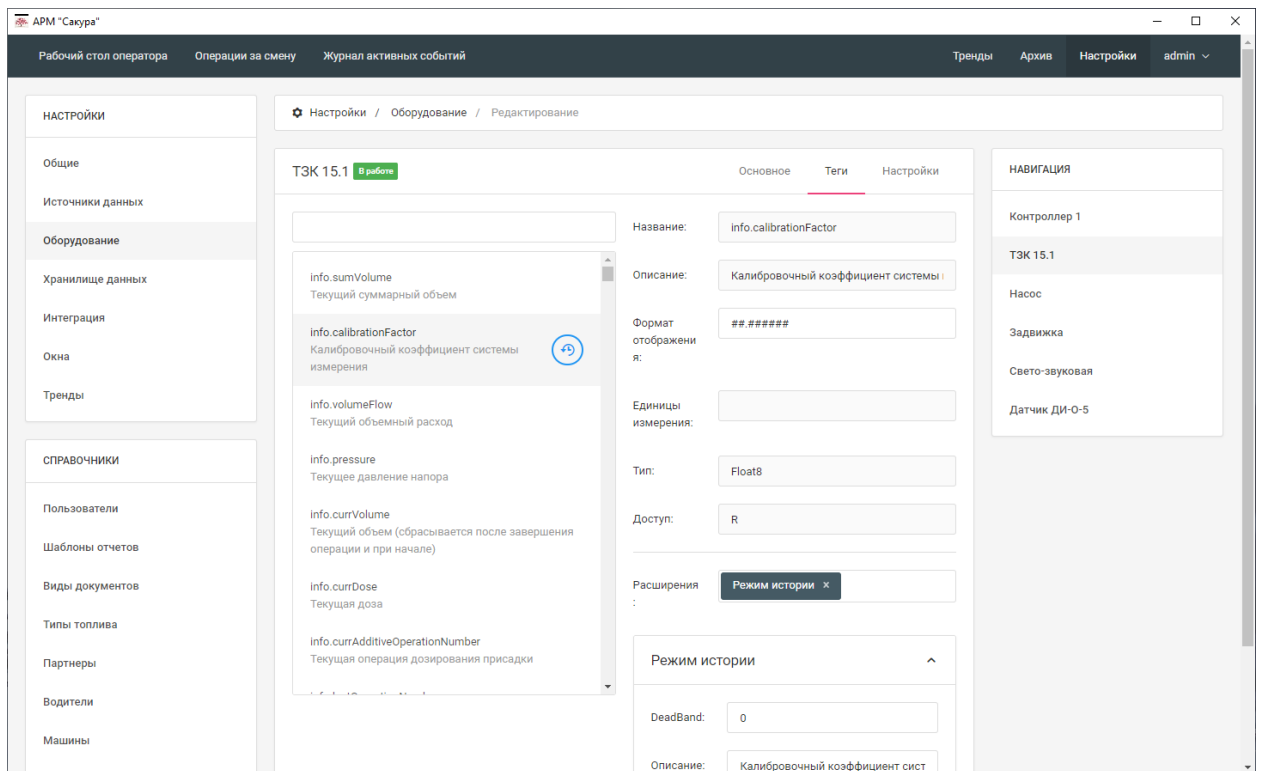

Рисунок 36 - Просмотр подробной информации о теге оборудования
- в правой части отображается подробная информация о выбранном теге (Рисунок 36)